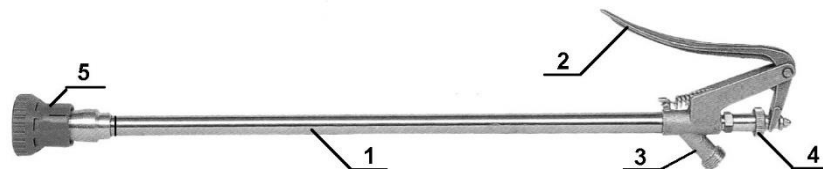

Рис. 4. Гидравлический пистолет.
В качестве дополнительных рабочих органов опрыскиватель может комплектоваться гидравлическим пистолетом (рис. 4), состоящим из патрубка 1, внутри которого расположен запорный элемент с завихрителем потока жидкости, перемещаемый с помощью рычага 2, фиксирующей гайки 4 и патрубка подвода жидкости 3. Пистолет оснащен вихревым распылителем с механически регулируемым расходом жидкости и углом конуса факела распыла.
- 5.2.6. Включить привод ВОМ. Повернуть рукоятку 2 главного крана регулятора давления (рис. 4) по часовой стрелке до упора (символ «I»). Вращением рукоятки 3 увеличить давление в системе нагнетания до 3,5 МПа.